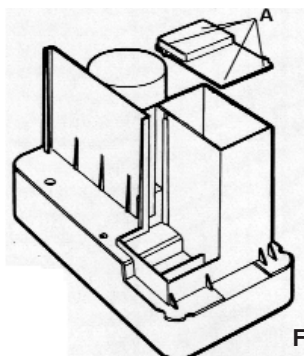
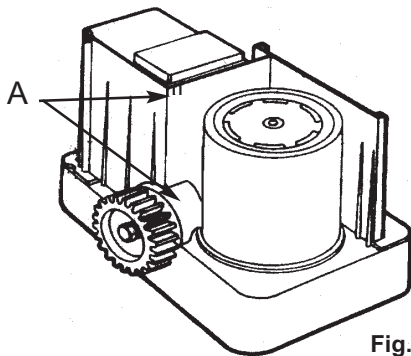
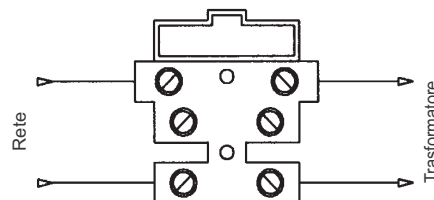

Fig. 7A
Fig. 7B
Fig. 7C
- 1 - La centralina di comando viene alimentata da un trasformatore di sicurezza. Per collegare l'alimentazione all'automazione svitare le 4 viti e togliere il coperchio (Fig. 7A), entrare con il cavo RETE 230Vc.a. come da punto A, Fig. 7B e collegarlo nella morsettiera come nella Fig. 7C.